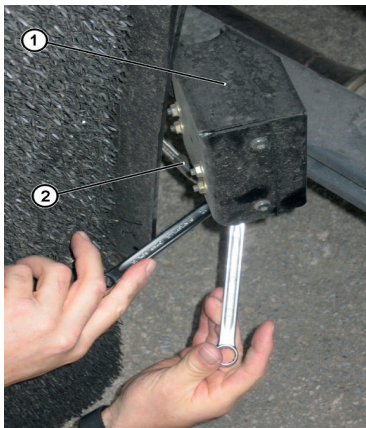

Fig. 3: Collegamento della tubazione pressione di prova_1
1. Staccare il collegamento della tubazione di dosaggio specifica del veicolo (Fig. 3, Pos. 2) dal modulo di dosaggio (Fig. 3, Pos. 1).